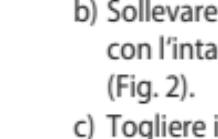

Fig. 1
- a) Spingere verso l'alto la leva di sblocco nera sulla parte posteriore del dispenser e, tenendola sollevata sfilare il pistone fino al suo completo arresto (Fig. 1).